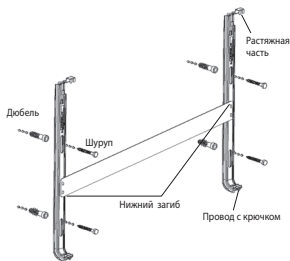

Рисунок 5. Подвижное крепление
2. Нельзя монтировать Электрический Конвектор непосредственно под электророзеткой, лучше всего расположить недалеко от розетки. После выбора удобного местоположения для конвектора по Рисунок 7, соблюдая отступы, приступите к измерению для сверления. Используйте Рисунок 5 и монтажный кронштейн в качестве шаблона. Для этого положите кронштейн лицевой стороной вниз и сделайте отметку карандашом, соблюдая минимальное расстояние от пола менее чем 50 мм. Для долгого срока службы конвектора соблюдайте боковые, верхние, нижние отступы (Рисунок 6.)